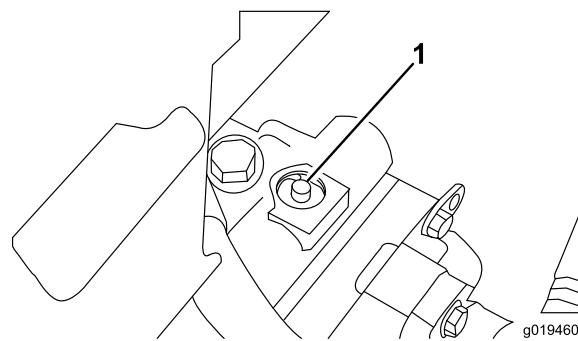

Figure 37
1. La vanne de dérivation se trouve en haut de la pompe à cylindrée variable (Figure 37). Tournez la vanne à 90° dans l'un ou l'autre sens pour l'ouvrir et dériver l'huile à l'intérieur de la transmission. Il est alors possible de déplacer la machine lentement sans endommager la transmission.